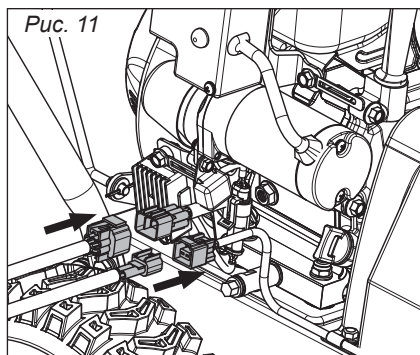

Рис. 11
9. Подключите разъемы проводов от панели управления к соответствующим разъемам на двигателе (рис. 11).